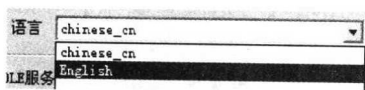

图 1-13 在【语言】下拉列表框中选择“chinese_cn”
- (16) 在【PTC OLE 服务器】对话框的【语言】下拉列表框中选择“chinese_cn”项，如图 1-13 所示。